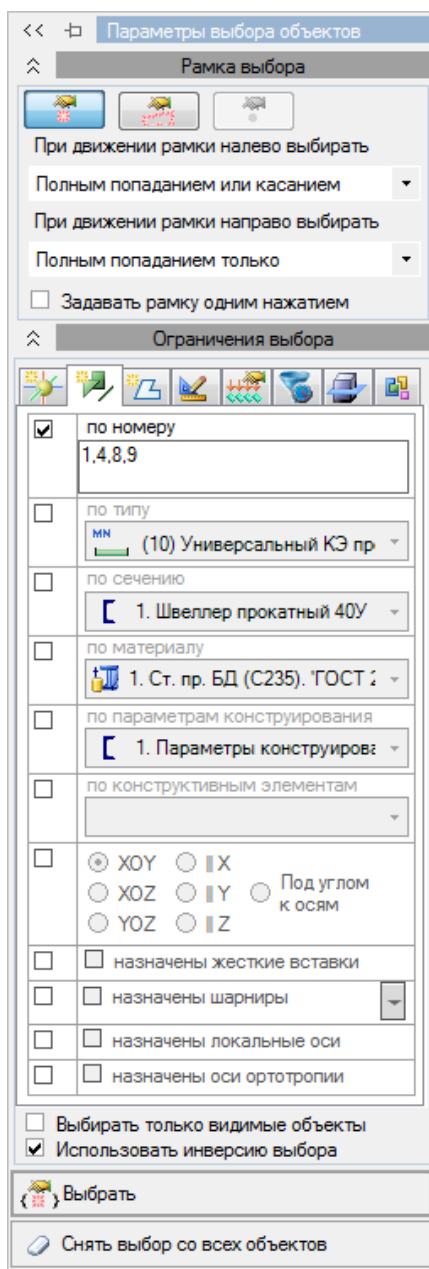

Рис. 158. Панель активного режима Фильтр выбора
- Выберите пункт меню **Выбор** → **Фильтр выбора** (кнопка  на панели инструментов) (рис. 158).